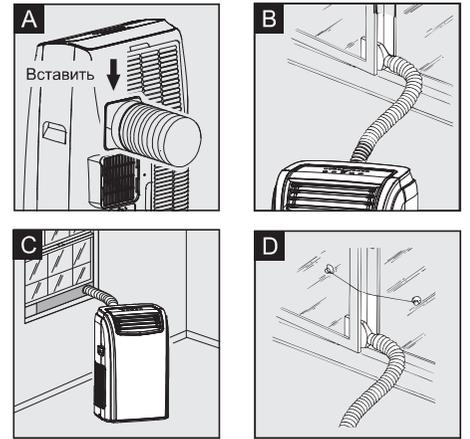

Рис. 3
1. Распрямите гибкий воздуховод, установите выпускное и выбросные сопла, подключите шланг-воздуховод к прибору (Рис. 3А).
3. Поместите шланг-воздуховод в окно (Рис. 3В).
4. Для окна с вертикальными ставнями вначале зафиксируйте кронштейн в проеме окна с помощью шурупа, затем подсоедините выпускное сопло к кронштейну (Рис. 3С).